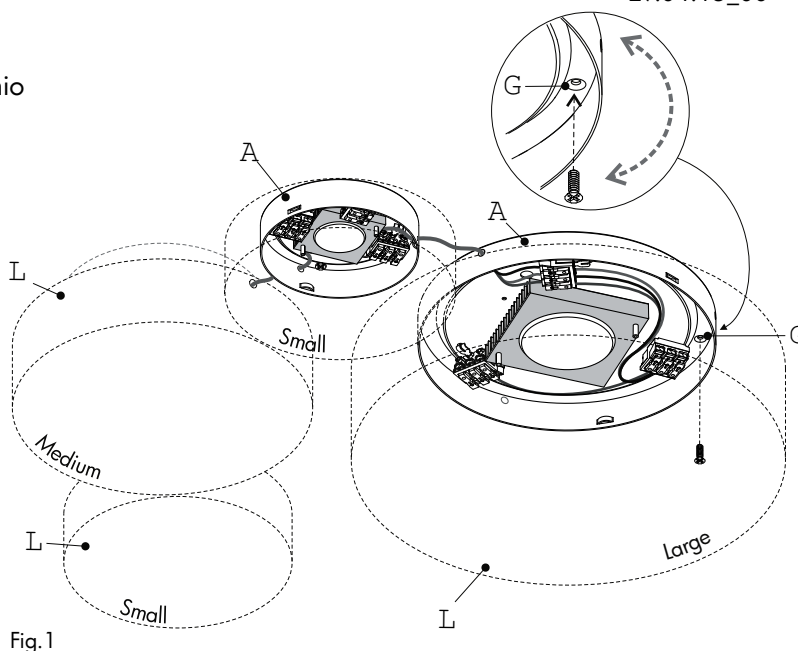

Fig.1
- 3) Dopo aver trovato la posizione esatta installare la seconda scatola a muro [A]. Consigliamo di avvitare una sola delle viti di fissaggio nel foro [G] (vedi particolare Fig.1) per poter così verificare ed individuare l'esatta posizione.